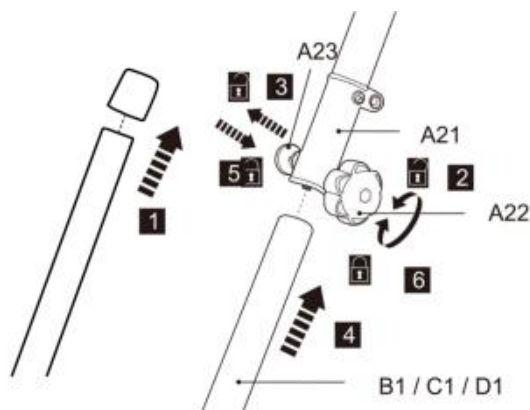

Fig. 3
2. Retire la tapa protectora preinstalada del poste inferior (B1/ C1/D1) (Fig. 3 , paso 1).
3. Afloje la perilla de bloqueo (A 22) , pero no la quite completamente (Fig. 3 , paso 2).
4. Alinee e inserte el poste inferior (B 1/C 1/D 1) en el manguito de bloqueo (A 21), mientras tira del resorte. perno (A 23) (Fig. 3 , pasos 3 y 4).
5. Gire ligeramente el poste inferior para alinear el orificio con el resorte. perno (A23) . Suelta el resorte Después, fije el perno para asegurar el poste inferior en su posición. Asegúrese del resorte. El perno se encaja en el agujero (Fig. 3 , paso 5).
6. Apriete la perilla de bloqueo (A 22) para asegurar la conexión (Fig. 3 , paso 6).